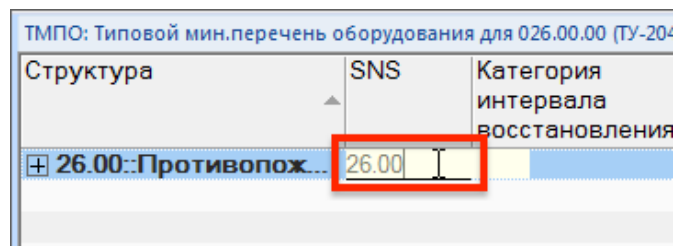

Рис. 10-247 – Ввод SNS для группирующего элемента списка
2) В окне «Логистическая структура» выбрать элемент ЛСИ – основную систему (1, рис. 10-247).